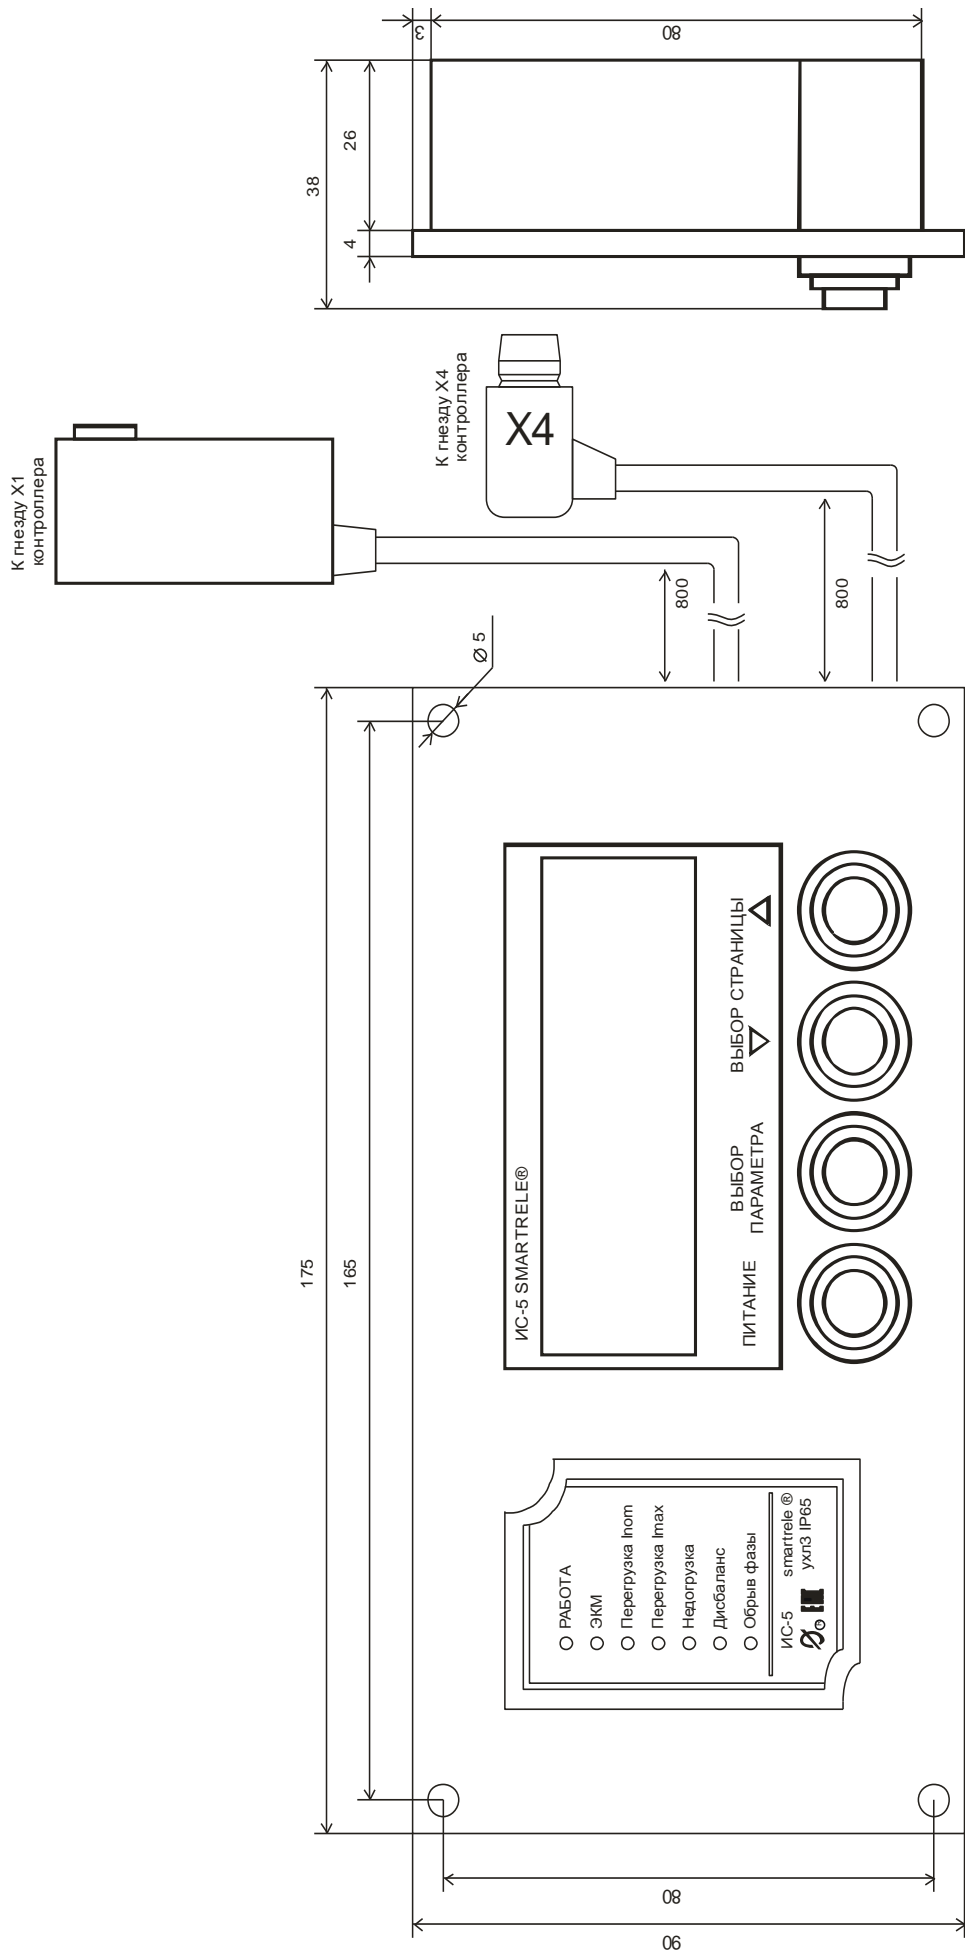

Рисунок 4 – Внешний вид и схема подключения индикатора сигнального ИС5
2.7 Модуль ИС5 (Индикатор сигнальный ИС5) (рис.4) представляет собой панель, с расположенными на ней светодиодными индикаторами, дисплеем и кнопками управления. Модуль обеспечивает индикацию режима работы электроустановки, программирование и считывание информации прибора защиты. Модуль предназначен для установки на электрический щит (шкаф, место оператора).